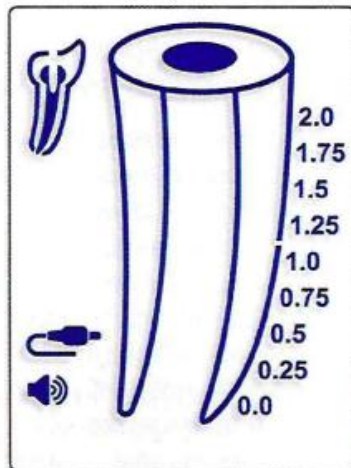

Рис. 2
6.3.2 Перед подключением измерительного кабеля с присоединенными губным клипсом и зажимом бурава к пациенту, вставьте разъем измерительного кабеля в гнездо на приборе и убедитесь в появлении индикатора подключения кабеля на дисплее (Рис. 2).